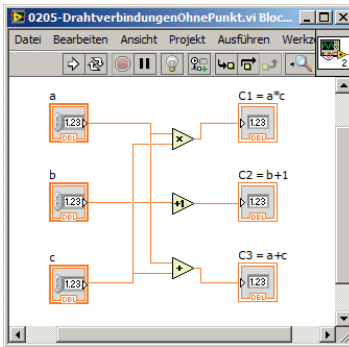
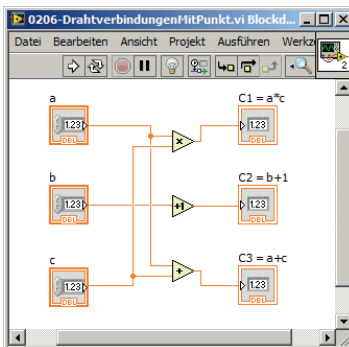

Bild 2.4 Diagramm **ohne** Verbindungspunkte an allen Draht-Kreuzungen und jeweils zwei Transparenzeinstellungen für Beschriftungen
Bild 2.5 Diagramm **mit** Verbindungspunkten an Draht-Kreuzungen, sofern die Drähte miteinander verbunden sind
- 'Verbindungspunkte an Kreuzungen' unter 'Erstellen von Verbindungen' sollte **markiert** sein. Das sorgt dafür, dass man Verbindungslinien im Diagramm, die sich nur kreuzen, von solchen unterscheiden kann, die miteinander verbunden sind. Im letzteren Fall werden dort nämlich dicke Punkte gesetzt. Siehe dazu Bild 2.4 und Bild 2.5.